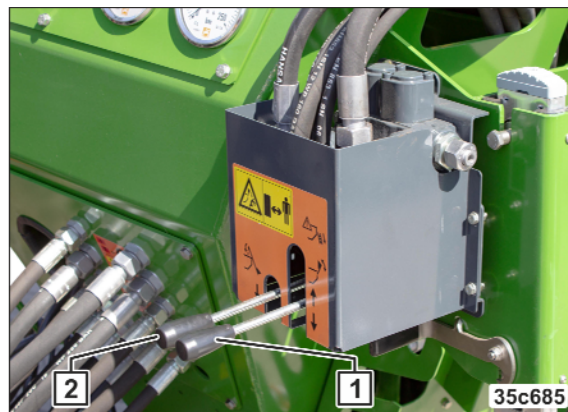

Fig. 248
9. Acționați unitatea de comandă (Fig. 248/2).